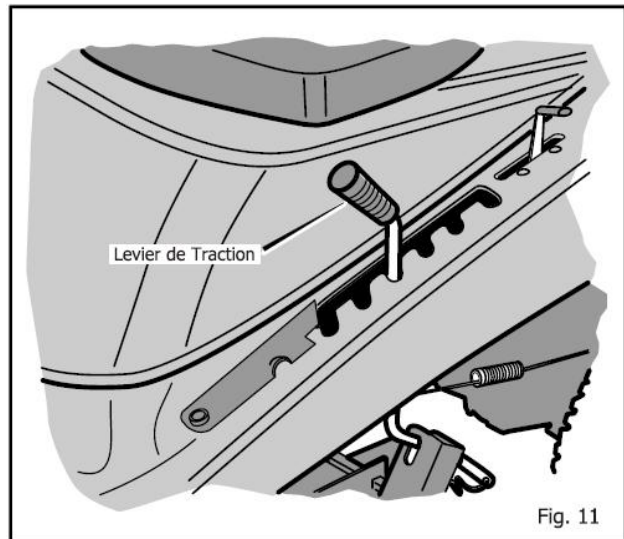

Fig. 11
1. Pousser le **levier de traction** pour abaisser le châssis de la tondeuse et tirer sur le levier pour soulever le châssis (Figure 11).